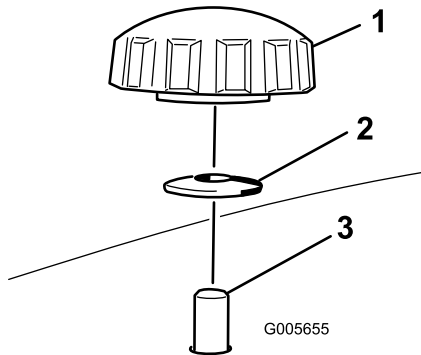
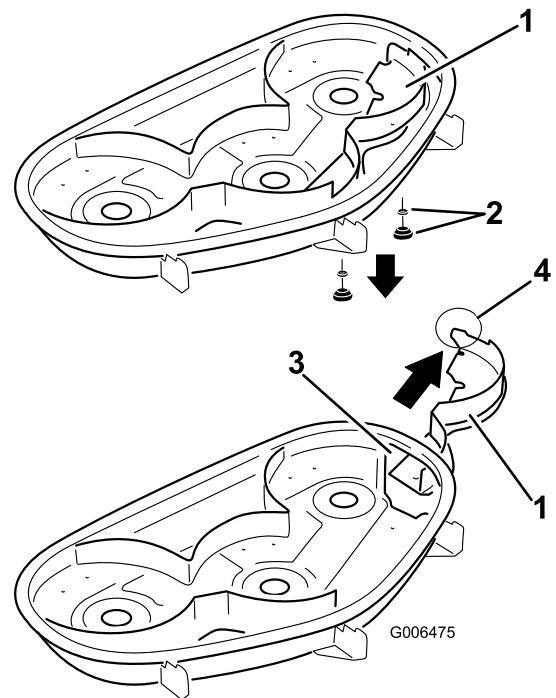

Figure 25
Figure 26
4. Déposez les 2 boutons et rondelles bombées qui fixent le déflecteur droit au plateau de coupe, comme illustré à la Figure 25.
5. Déposez le déflecteur droit et abaissez le déflecteur d'herbe sur l'ouverture d'éjection, comme illustré aux Figure 26 et Figure 25.
4. Insérez le déflecteur droit par l'ouverture d'éjection et fixez-le en place avec 2 boutons et rondelles bombées (côté bombé face au plateau de coupe) comme illustré aux Figure 25 et Figure 26.